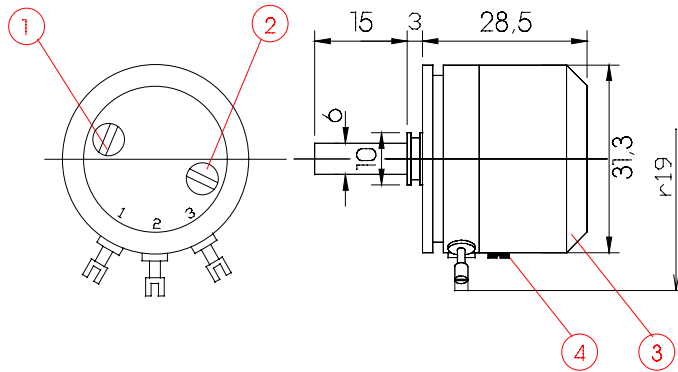
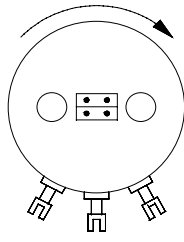

Abb.1: Abmessungen
Abb.5
Durch den Deckel des Winkelferngebers ESM31 gibt es direkten Zugang zu den Einstellpotentiometern für den 0-Punkt (ZERO, Abb.1, Teil 2), und Meßbereich (SPAN, Abb.1, Teil 1). Unter dem Deckel (Abb.1, Teil 3), der nach Lösen der Schraube (Abb.1, Teil 4), abnehmbar ist, ist ein Jumper plaziert. Dieser dient zur Wahl des Drehsinnes (Siehe Abb.5 und 6).
- Jumper "horizontal" plaziert für Drehsinn im Uhrzeigersinn (Abb.5).
Der 0-Punkt (Zero) wird mit dem Potentiometer „ZERO“ (siehe Abb.1 Teil 2) eingestellt, der Meßbereich (Span) mit dem Potentiometer „SPAN“ (siehe Abb.1, Teil 1).